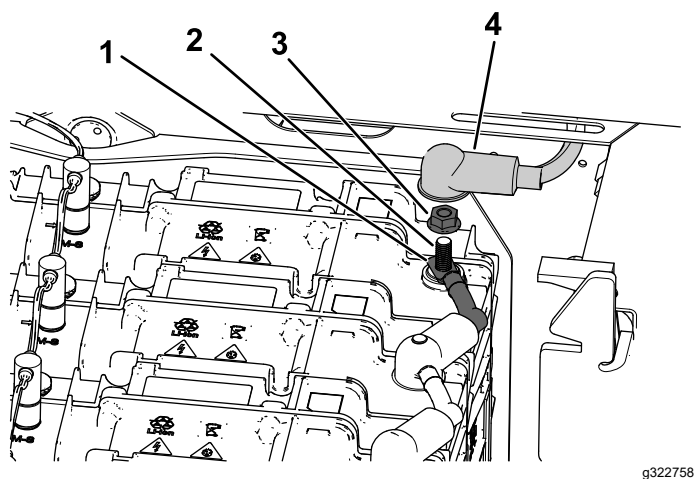

Figure 42
2. Retirez l'écrou à embase et le câble négatif (–) de la borne de la batterie (Figure 42).
1. Fixez le câble négatif (-) sur la borne de la batterie à l'aide de l'écrou à embase (Figure 42).
2. Recouvrez la borne négative (-) de la batterie avec le capuchon isolant (Figure 42).